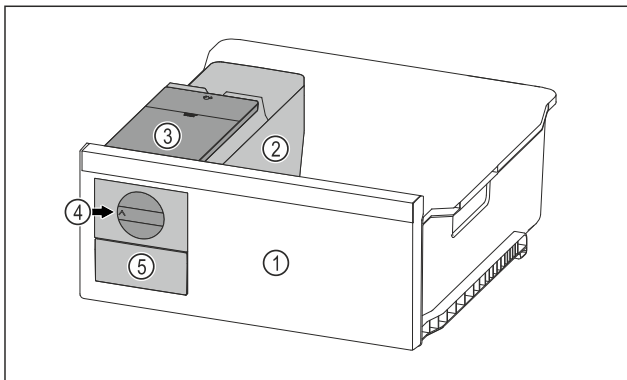

Fig. 54 Beispielhafte Darstellung
- ▶ Drehknopf *Fig. 54 (4)* im Uhrzeigersinn bis zum Anschlag drehen.
- ▷ Eiswürfel fallen aus der Eiswürfelschale in das Eiswürfelschubfach *Fig. 54 (5)*.